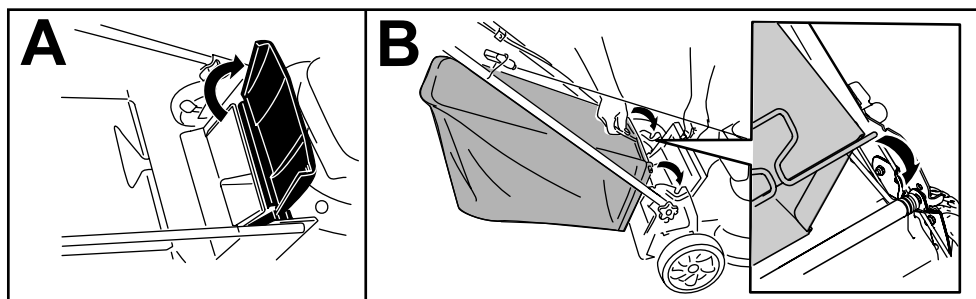

Figure 16
1. Soulevez le déflecteur arrière et maintenez-le dans cette position (A de Figure 16).
2. Installez le bac à herbe en veillant à insérer les ergots dans les crans du guidon (B de Figure 16).